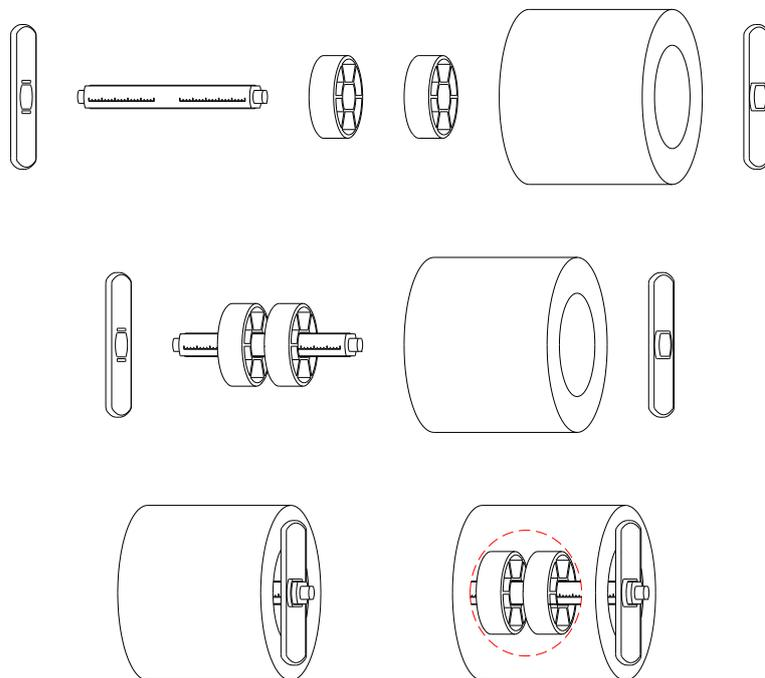

图 2-11 将纸卷套入纸卷轴
1. 取出纸卷轴，将纸卷套入纸卷轴（如果是 3 英寸大纸芯的纸卷，请套入纸卷轴套筒），将两个纸卷挡板从两边套入纸卷轴，光滑面朝向纸卷。如图 2-11 所示。